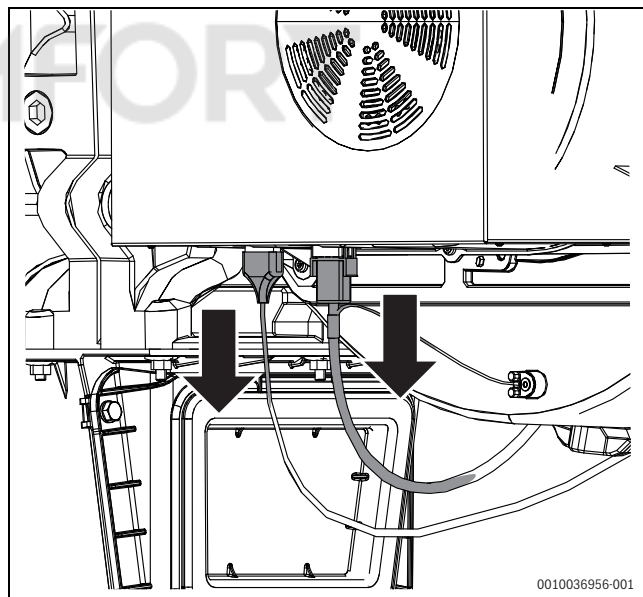

Рис. 53 Извлечение штекера из вентилятора
- ▶ Извлеките штекер на вентиляторе (→Рис. 53).